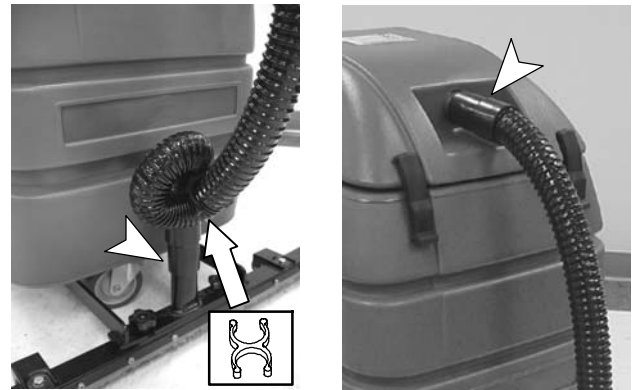

FIG. 6
11. Branchez le tuyau d'aspiration de 117 cm sur le bloc de raclage et sur le rebord du couvercle de la machine (Figure 6).